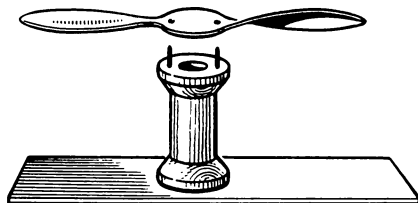

Рис. 113
**Модель электровентилятора.** Микроэлектродвигатель можно использовать для сборки и испытания модели электровентилятора. Для этого на валу двигателя укрепите крыльчатку из электроконструктора. Ее можно сделать самим. Вырежьте из жести пластинку в виде удлинненной восьмерки (рис. 113) и отогните в разные